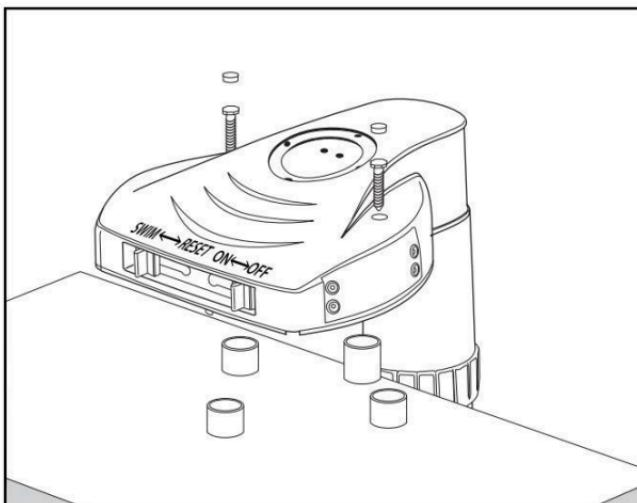

Figure 1
**ÉTAPE 1 :** Testez l'alarme à l'endroit déterminé ci-dessus. Comme le montre la **Figure 1**, la gorge du tuyau du capteur de l'alarme doit être dans l'eau et la zone de montage doit être plate et de niveau. La base de l'alarme doit s'enclencher facilement dans le fond du corps principal de l'alarme et permettre au capteur de s'étendre directement dans la piscine à un angle de 90°.